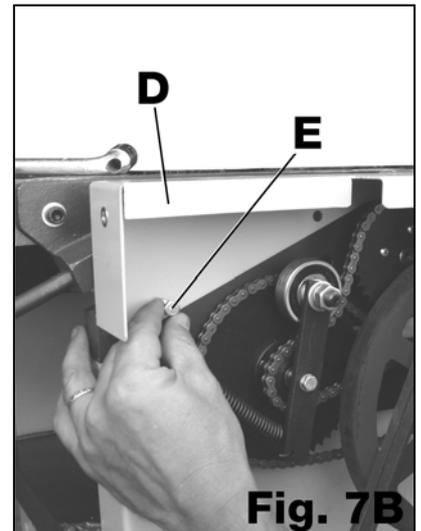

Fig. 7B
La pièce (D) se fixe à l'aide de 4 vis (E) comme indiqué sur la Fig.7b.